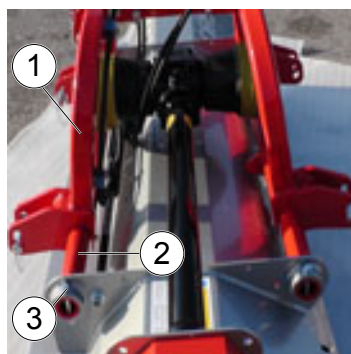

Fig.35
- Sollevare il gruppo di spostamento (1, "Fig.35") fino a portare l'albero (2, "Fig.35") all'altezza dell'attacco della struttura. Avvitare le viti (3, "Fig.35") per fissare il gruppo di spostamento alla struttura.
- Lift the side shift unit (1, "Fig.35") until the shaft (2, "Fig.35") reaches the height of the structure linkage. Tighten the screws (3, "Fig.35") to fix the side shift unit to the structure.
- Soulever le groupe de déplacement (1, "Fig.35") jusqu'à porter l'arbre (2, "Fig.35") à la hauteur de l'accrochement de la structure. Visser les vis (3, "Fig.35") pour fixer le groupe de déplacement à la structure.
- Heben Sie die Seitenverschiebung (1, "Fig.35") bis den Welle (2, "Fig.35") zur der Höhe der Struktur. Ziehen Sie die Schraube (3, "Fig.35") um der Verschiebungseinheit an Struktur zu fixieren.
- Levantar el desplazamiento (1, "Fig.35") hasta llevar la conexión (2, "Fig.35") a la altura de la estructura. Atornillar los tornillos (3, "Fig.35") para fijación del desplazamiento a la estructura.
- Levantar o grupo de deslocamento (1, "Fig.35") até que o eixo (2, "Fig.35") esteja na altura da fixação da armação. Apertar os parafusos (3, "Fig.35") para fixar a unidade de deslocamento à estrutura.